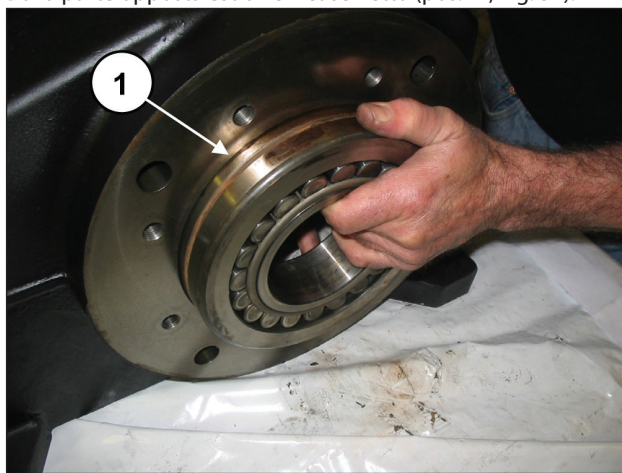

Fig. 31
Dalla parte opposta estrarre il cuscinetto (pos. ①, Fig. 31).